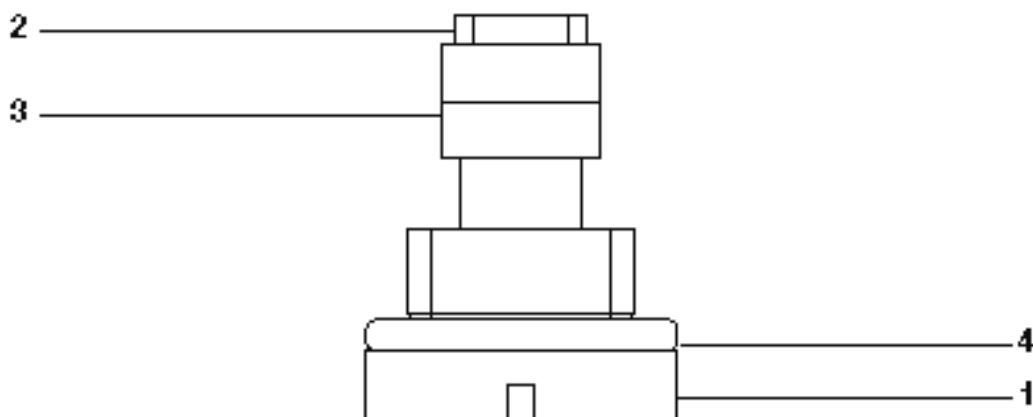

Fig. 45
- Installer le joint torique (4) et le filtre (3) sur le bouchon du filtre (1) (voir Fig. 45).
- Remettre la vis de maintien (2).